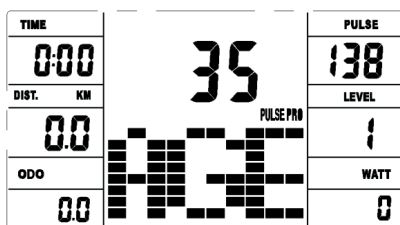

Bild 18
- Verwenden Sie die Tasten UP/DOWN, um das Alter des Benutzers einzustellen (Bild 18). Drücken Sie ENTER, um zu bestätigen.